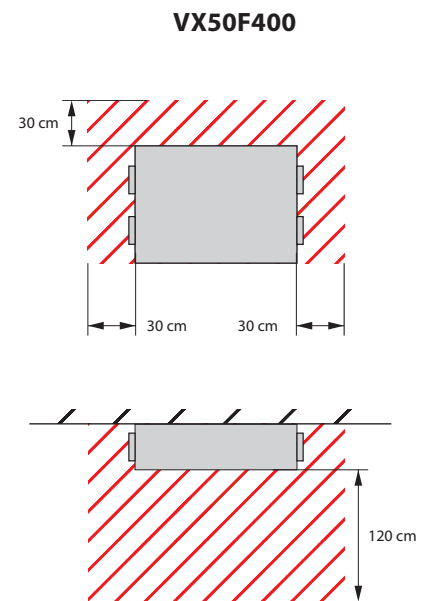

Fig. 6. Minimum plass for vedlikehold
- Det er bare disse enhetene som kan monteres på tak eller vegg, og kun i stillingene som angis i fig. 6.